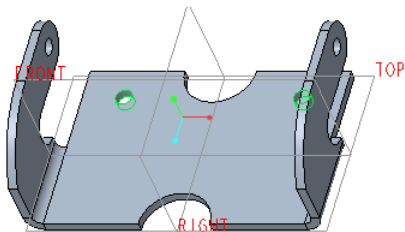

图 5-177 切除出两个小孔
(4) “拉伸”选项卡的默认深度选项为  (下一个) 选项, 单击  (完成) 按钮, 切割结果如图 5-177 所示。